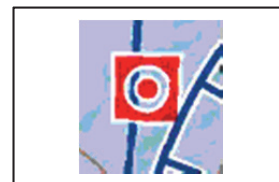

Figure 2. Marque distinctive.
- Survol des usines et autres infrastructures industrielles, des hôpitaux et des installations portant une marque distinctive (figure 2), des autoroutes :